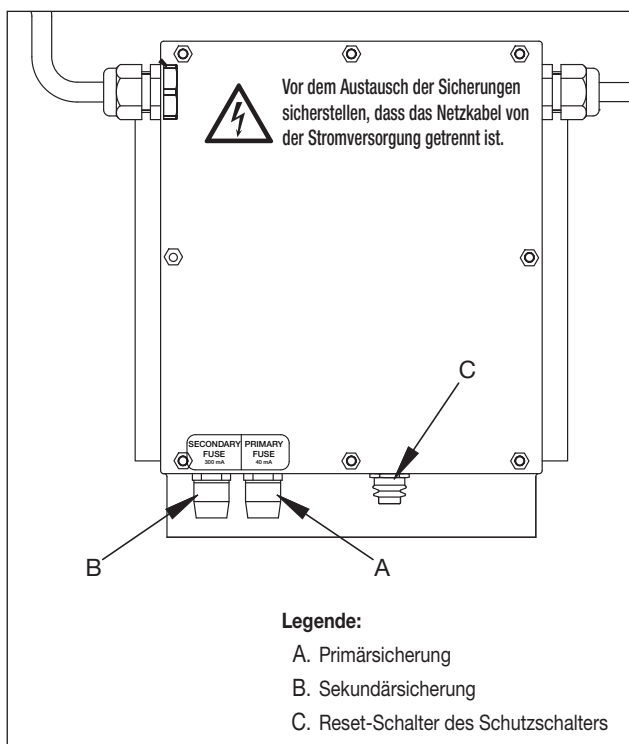

Abbildung 9: Lage der Sicherungen und des Reset-Schalters, 1-phasige Modelle
6.7 Austausch der Sicherungen (siehe Abbildung 9 und 10)
Bei Hebern, die mit einem 1-phasigen elektrischen System ausgerüstet sind, befinden sich die Sicherungen im unteren Bereich des Elektrogehäuses. Die Sicherungshalter sind an der Außenseite des Elektrogehäuses angebracht. Um sie zu erreichen, muss die Gehäuseabdeckung nicht entfernt werden. Siehe Abbildung 9.
Hebermodell beginnend mit:	(Zur Lage der Sicherungen siehe Abbildung 9 und 10)